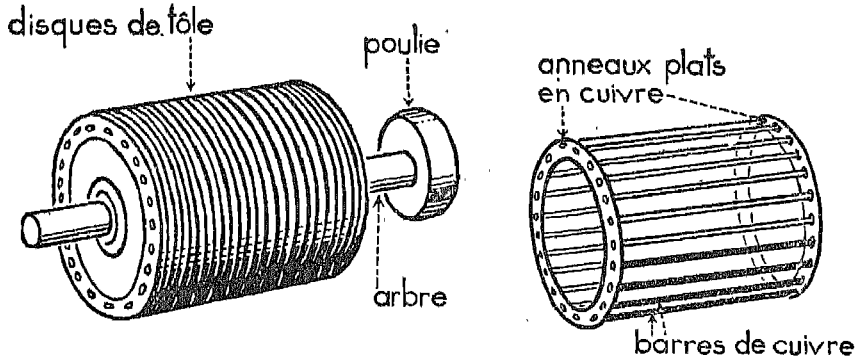

Fig. 4. — Rotor de moteur triphasé de faible puissance, dit à cage d'écureuil.
b) Le rotor. — Un arbre en acier doux porte un cylindre fait de disques en tôles de fer mince, empilés et fortement serrés les uns contre les autres (fig. 4).